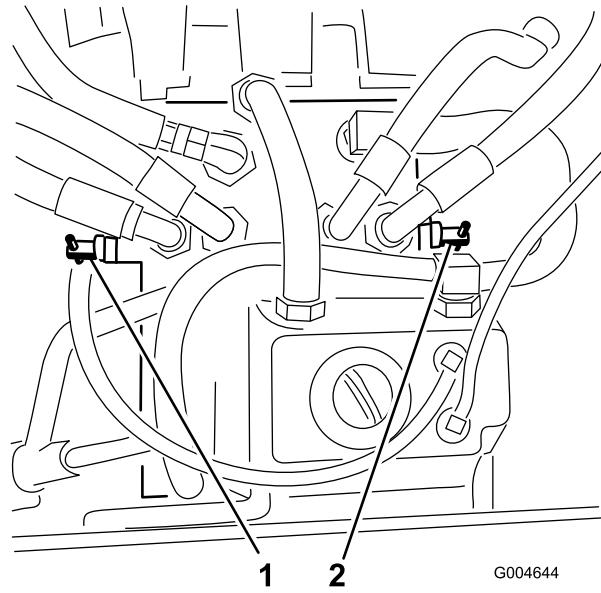

Figura 36
Gire cada válvula de desvío una vuelta en el sentido de las agujas del reloj y apriételas a mano (par de apriete de 8 N·m (71 pulgadas-libra) aproximadamente) (Figura 36).
3. Gire las válvulas de desvío una vuelta en el sentido contrario a las agujas del reloj (Figura 36).